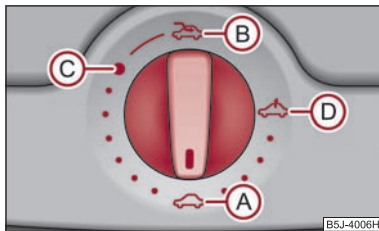

Fig. 34 Comutator rotativ pentru trapa/plafonul glisant electric
Trapa/plafonul glisant se poate deschide și închide când contactul este pus, de la comutatorul rotativ ⇒ fig. 34. Comutatorul rotativ are mai multe poziții.
- Rotiți comutatorul în poziția (C) ⇒ fig. 34.
- Rotiți comutatorul în poziția (A) ⇒ fig. 34.
Trapa/Plafonul glisant este prevăzut cu protecție la suprasolicitare. Trapa/Plafonul glisant se oprește și se întoarce câțiva centimetri, dacă întâlnește un obstacol (de exemplu, gheață). Puteți închide trapa/plafonul glisant fără activarea protecției la suprasolicitare apăsând comutatorul în poziția (A) ⇒ fig. 34 în față, până când trapa/plafonul glisant se închide complet ⇒ ⚠.
După fiecare acționare de urgență (cu cheia hexagonală) trapa trebuie adusă în poziția de bază. De aceea trebuie să rotiți comutatorul în poziția (A) ⇒ pagina 46, fig. 34 și să îl apăsați circa 10 secunde. ■